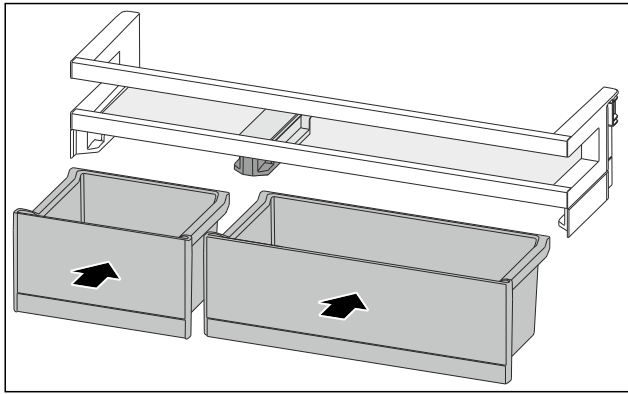

Fig. 123
- ▶ VarioBoxen in getauschter Anordnung einsetzen. (siehe Fig. 123)